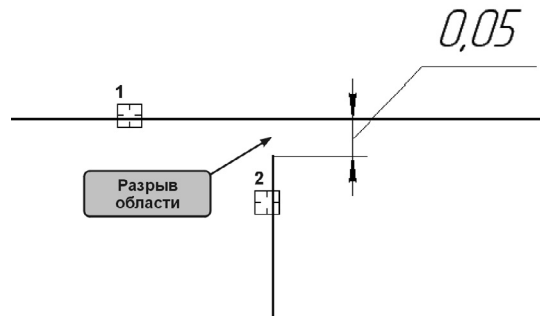

Рис. 34.11. Место разрыва контура (увеличено)
Эта команда по умолчанию увеличивает масштаб в 1,2 раза. Центром области увеличения является текущее положение курсора. При масштабе отображения около 100 вы увидите место разрыва (рис. 34.11). Его величина составляет пять сотых миллиметра, но имеет значение не величина разрыва, а факт его наличия.
9. Укажите горизонтальную линию в качестве границы выравнивания (курсор 1 на рис. 34.11) и вертикальную линию в качестве объекта выравнивания (курсор 2).